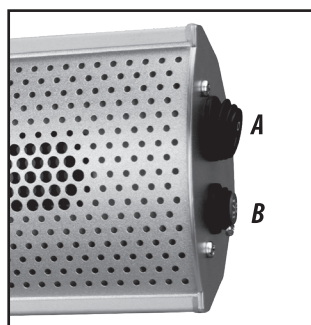

fig.1
**Opzione 1** → **1** Preparare la **staffa A** per l'installazione accoppiando tra loro la **manopola B** e la **rondella C** (fig. 1).
Posizionare il **tasto nero A**  (posto lateralmente all'apparecchio) su **I** (vedi **fig.1**) per mettere in corrente l'apparecchio.
Il **tasto B**  (posto sotto il tasto A - vedi **fig 1**) è un tasto multifunzione che gestisce il settaggio dell'**intensità di calore (Livello 1 / Livello 2) e la funzione / Stand by.**